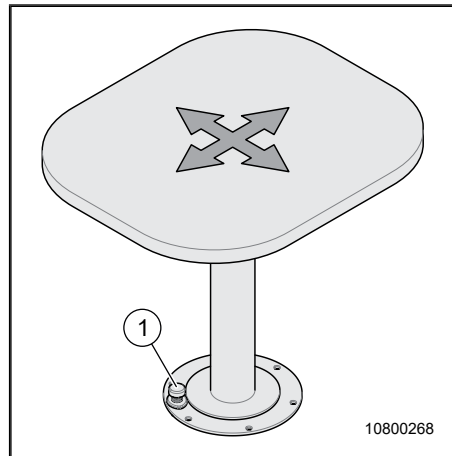

Fig. 53 Table coulissante
1. Actionner le bouton (Fig. 53, Pos. 1) avec le pied. Le blocage du dessus de table est débloqué.
3. Relâcher le bouton (Fig. 53, Pos. 1). Le dessus de table est de nouveau bloqué.